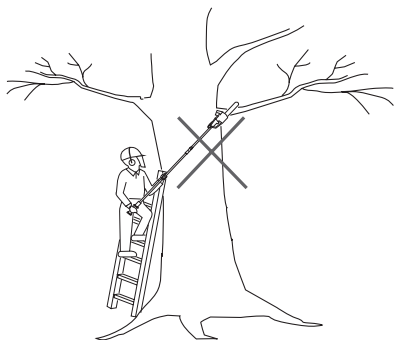

Fig. 37
8. Ne vous tenez jamais sur une échelle ou tout autre type de support instable pendant l'utilisation du produit. Un support mal fixé présente des risques (Fig. 37).